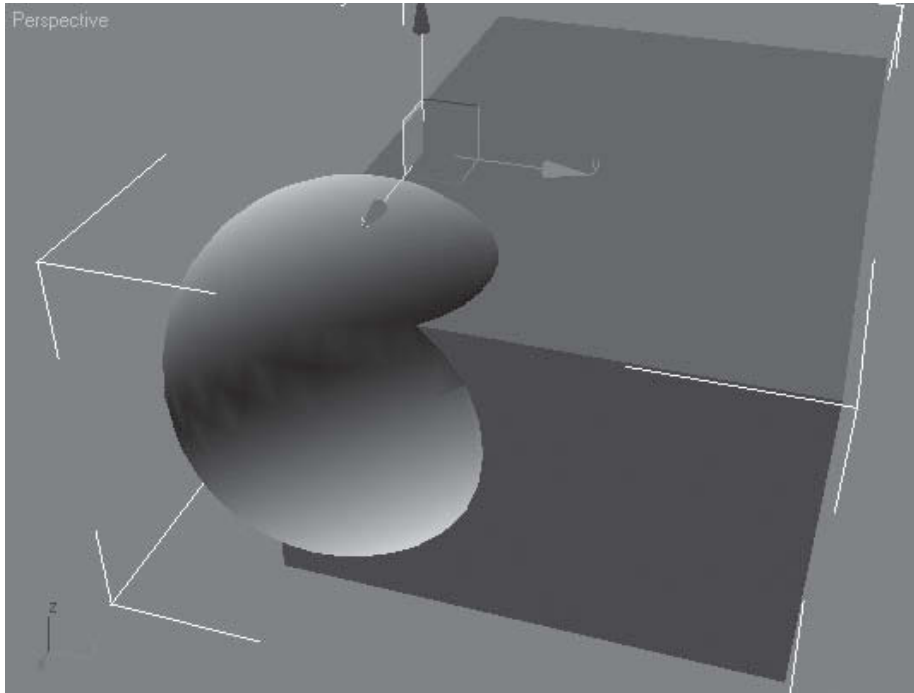

Fig.2.99
- ▶ **Merge** : permet de conserver la géométrie complète des opérandes. Les objets sont ainsi fusionnés. Par exemple la boîte et la sphère (fig.2.99).